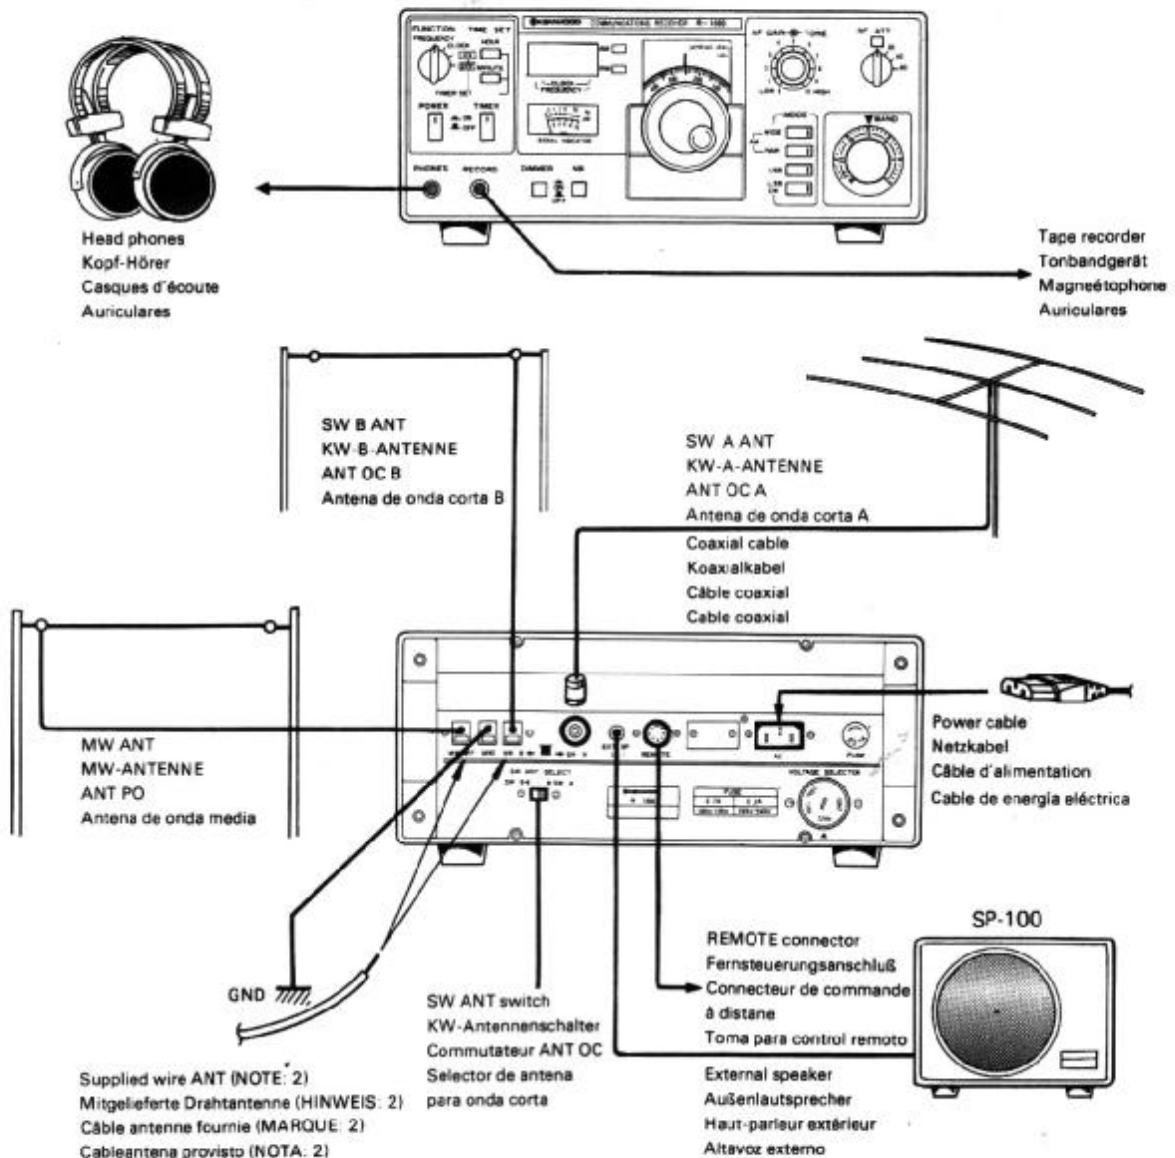

Fig. 1-8
1. Fig. 1-8 shows an example of R-1000 interconnection. A suitable antenna should be selected (see pages 1 and 3).
1. Abb. 1-8 zeigt ein Beispiel der Zwischenverkabelung am R-1000. Die für dieses System geeignete Antenne sollte unter Bezugnahme auf Seite 1, 3 gewählt werden.
1. La Fig. 1-8 donne un exemple de l'interconnexion du R-1000. En ce qui concerne le système d'antenne, une antenne appropriée devrait être choisie en se référant aux pages 1, 3.
1. La Fig. 1-8 ilustra un ejemplo de las distintas conexiones del R-1000. La antena más apropiada debe seleccionarse de acuerdo con las páginas 1, 3.